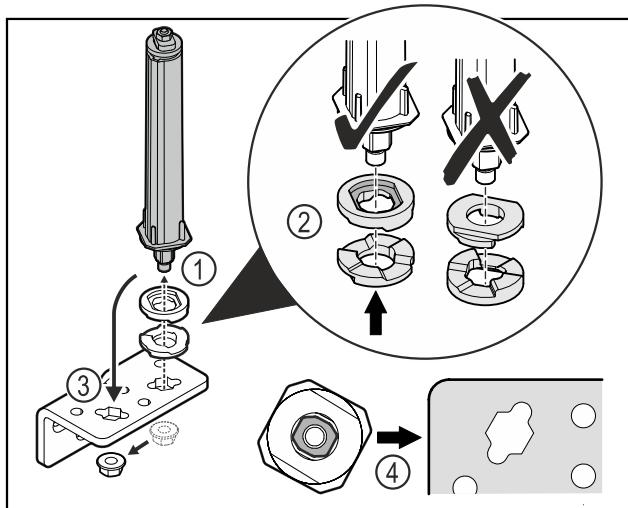

Fig. 40
- Развийте гайката и свалете затварящата система на вратата Fig. 40 (1).
- Обърнете внимание на правилното подравняване на шайбите за регулиране на височината Fig. 40 (2).
- Преместете затварящата система на вратата в ъгъла на пантата и я фиксирайте с гайката Fig. 40 (3).
- При поставяне се уверете, че затварящата система на вратата е правилно подравнена Fig. 40 (4).